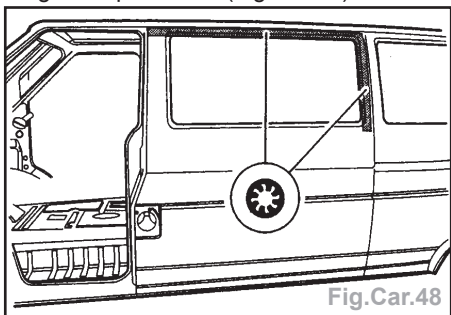

Fig.Car.48
• le recouvrement par bouchonnage sous gaz de protection (Fig.Car.48).